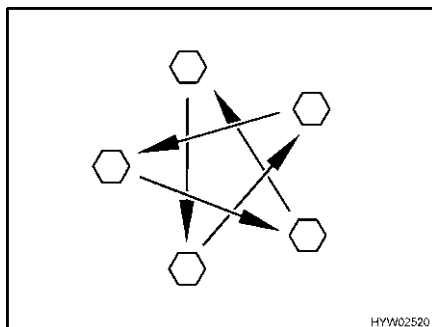

Fig. 219 Serrare a croce i dadi o i bulloni delle ruote
- Controllare regolarmente il serraggio dei dadi o dei bulloni. Regolare a croce (Fig. 219) il serraggio dei dadi o dei bulloni di una ruota sostituita dopo circa 50 km.
- ▷ Serrare a croce i dadi o i bulloni delle ruote (Fig. 219).